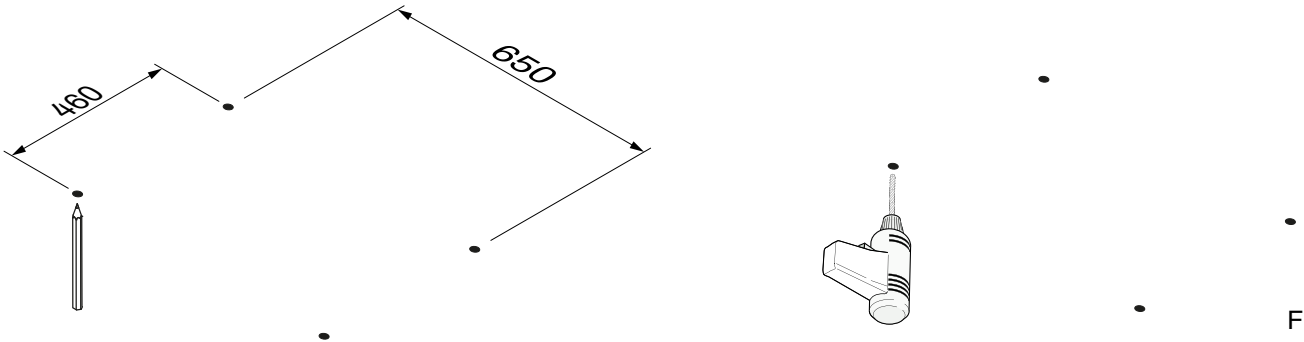

Fig. 1
1. Segnare a soffitto la posizione dei fori e procedere alla foratura degli stessi (fig. 1).